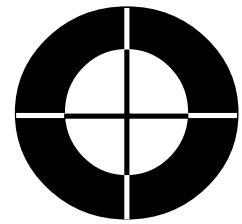

FIGURA 1
**A Figura 1** mostra um écran alvo no qual a bexiga está totalmente contida dentro dos limites do cone (zona de leitura). Neste caso, a medição é precisa e o volume é indicado sem o sinal >.